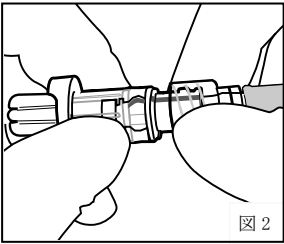

図 2
3. 外れ防止機構を作動させるため、本体を把持したままラインを注視し、ラインが 1 回転して手前に戻るまで輸液セット等のオスコネクタとメスコネクタジョイントをさらに回転させる（図 2）。正しく外れ防止機構が作動すると、輸液セット等に接続された状態で、本体が回転する。